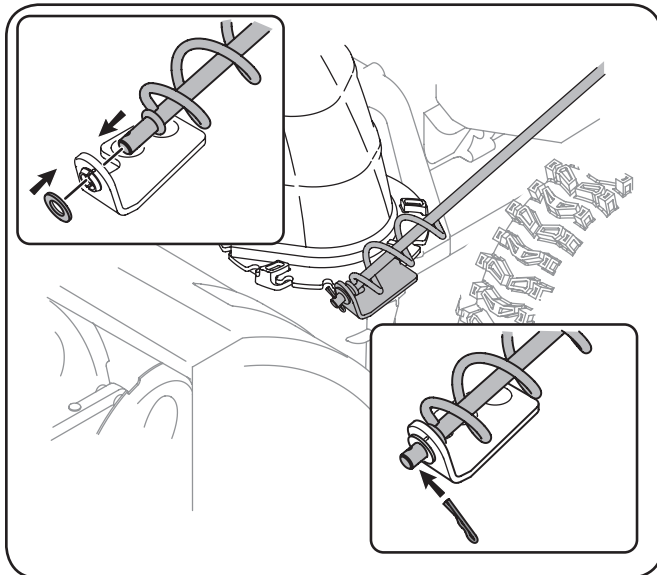

Figura 3-5
1. Quite la tapa plástica (si presente), arandela y horquilla planas sujetan del fin del tobogán el control direccional. Vea la Figura 3-5.